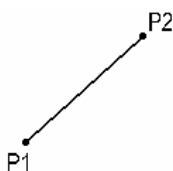

图 2-111
- 两点确定直线：输入直线的起点 P1、终点 P2，即可确定直线，如图 2-111 所示。